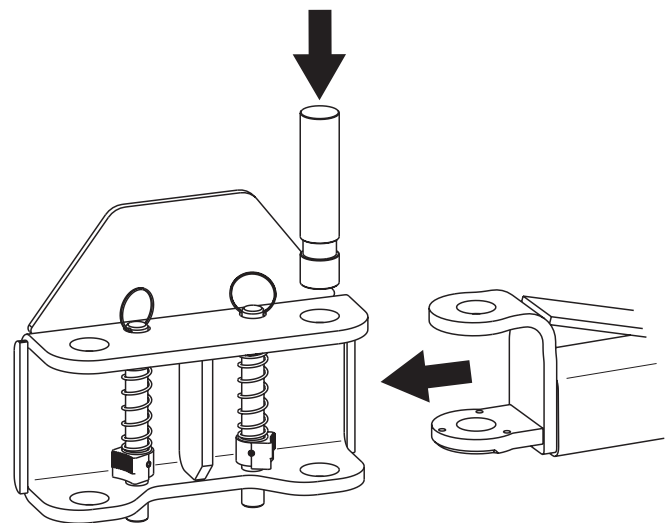

Fig. 17a
**17. Brazos y Sujeciones:** Antes de instalar los brazos, levante los carros a una altura cómoda. Engrase los pasadores y orificios del brazo giratorio con grasa de litio. Deslice el brazo en la unión, Fig. 17a. Instale los soportes del brazo de 1-3/4" de diámetro, Fig. 17a.